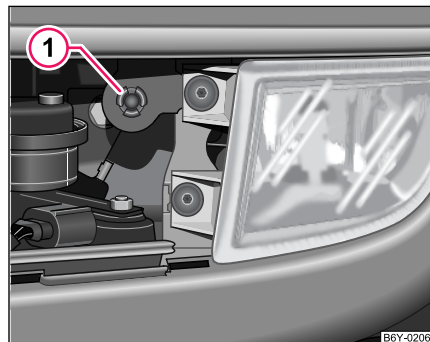

Abb. 159 Nebelscheinwerfer ausbauen
- Drehen Sie die Schrauben der Nebelscheinwerferhalter heraus. Mit der oberen Schraube ist an dem Scheinwerfer links der Außenlufttemperatur-Sensor* ① befestigt ⇒ Seite 222, Abb. 159.